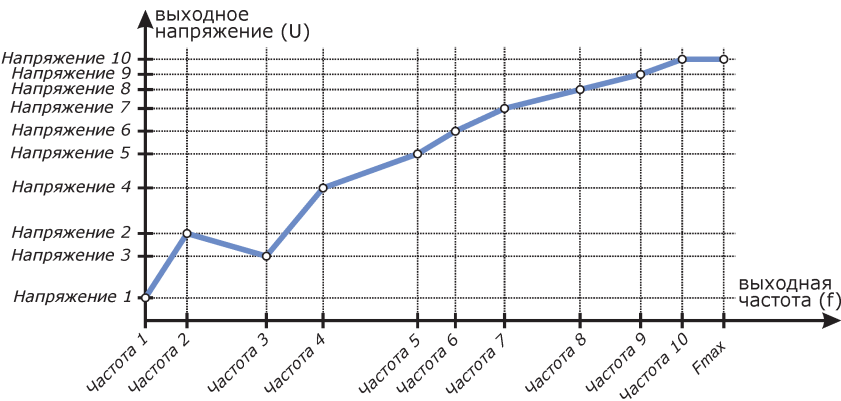

Рисунок 4.5 - Пример пользовательской характеристики U/f
- кривая пользователя - произвольная зависимость напряжения от частоты, задаваемая пользователем по 10 точкам (см. рисунок 4.5).
п. 3.1.3.4 Хар-ка пользователя – настройка пользовательской характеристики U/f . Характеристика задается пользователем по 10 точкам (см. рисунок 4.5). Для каждой точки могут быть произвольно настроены значение частоты и напряжения при этой частоте. Для точки 0 установлена фиксированная частота 0 Гц.